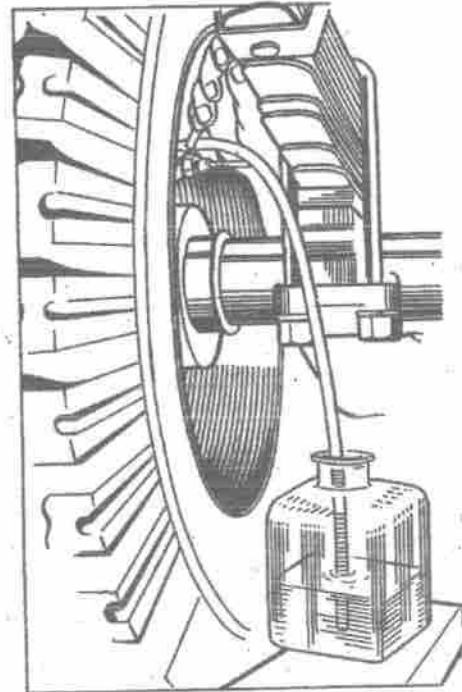

Bild 204. Entlüften des Bremssystems
3. Gummischutzhülse vom Entlüftungsventil des rechten Hinterradbremmszylinders abnehmen und auf Ventil einen etwa 400 mm langen speziellen Gummischlauch aufsetzen. Das andere Ende des Schlauchs in ein Glasgefäß stecken (Inhalt mind. 0,5 l), welches mit Bremsflüssigkeit gefüllt ist (Bild 204).